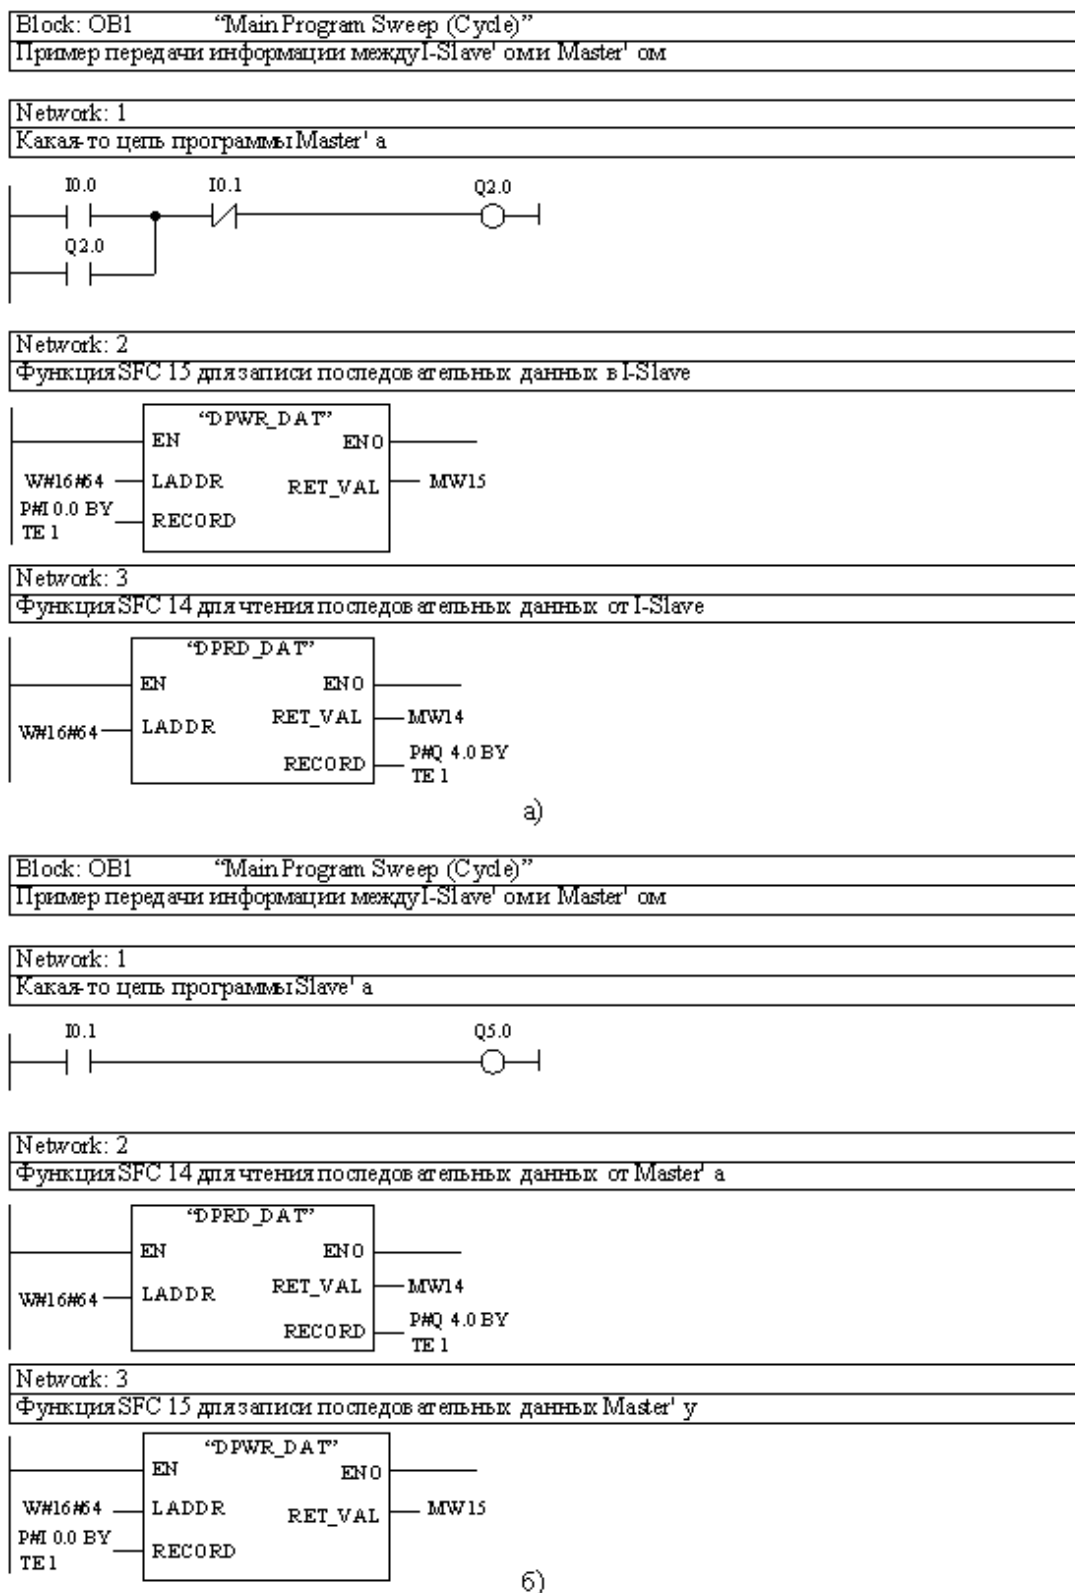

Рис. 2.10. Пример передачи информации между контроллерами с использованием функций SFC14 и SFC15:
На рис. 2.10 представлены программы для контроллеров те же самые, что и на рис. 2.6, но с использованием функций SFC14 и SFC15.
- в организационные блоки OB1 Master'a S7-300 и Slave'a S7-300 ввести соответствующие программы обмена, представленные на рис. 2.6 или рис. 2.10 (по выбору студентов) для обмена информацией между указанными компонентами сети. Не забыть вставить в программы организационные блоки **OB82 и OB86**;